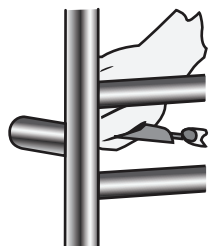

Fig. 3
Étape 3 : Marquage des trous pour le montage murale (Fig. 3)